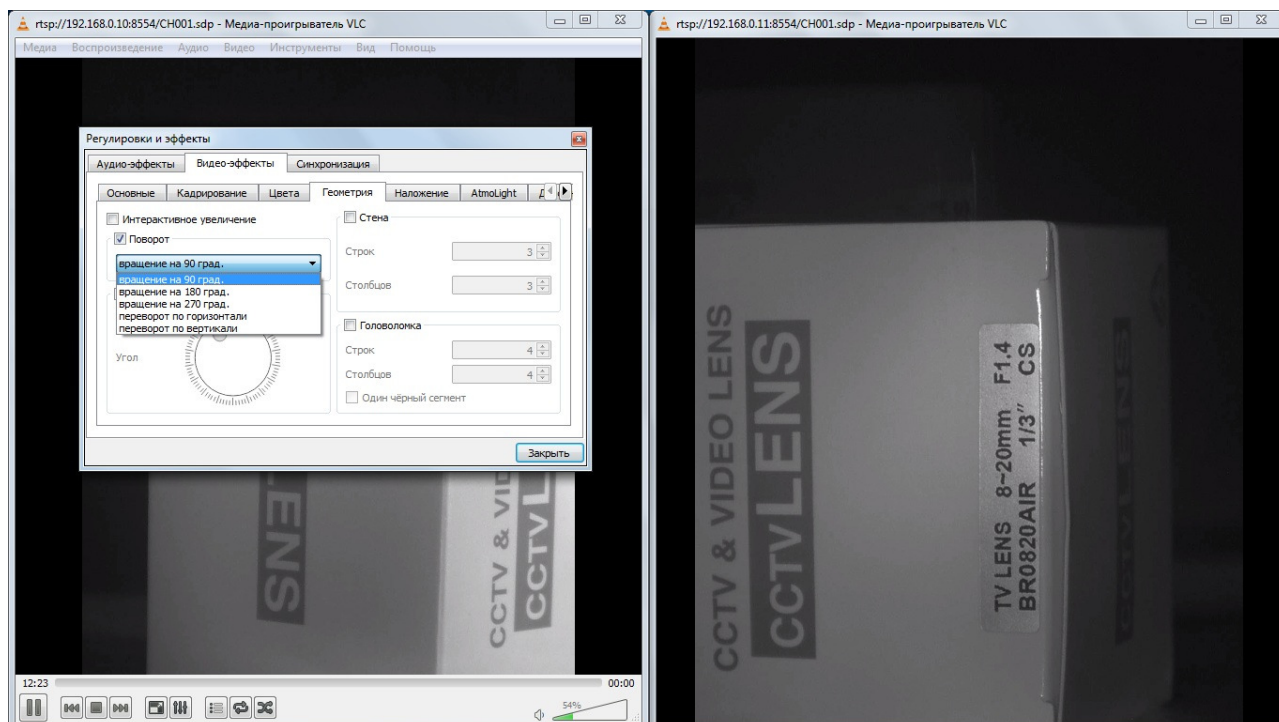

Рисунок 19 – Настройка ориентации изображения.
- 5) выбрать в пункте «Поворот» необходимое значение угла поворота кадров при воспроизведении (см. рис. 19);